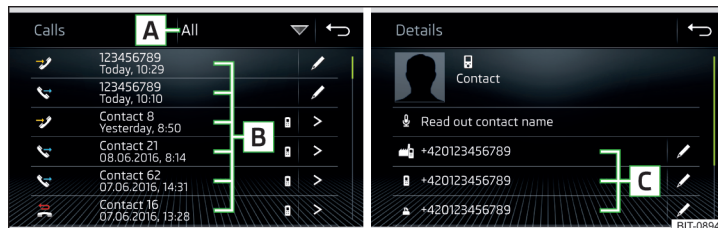

Fig. 192 Lista de apeluri/Detailii contact
- › În meniul principal *Telefon*, atingeți suprafața de comandă funcții , se afișează o listă de apeluri » fig. 192.
- > Afișarea detaliilor contactului » fig. 192